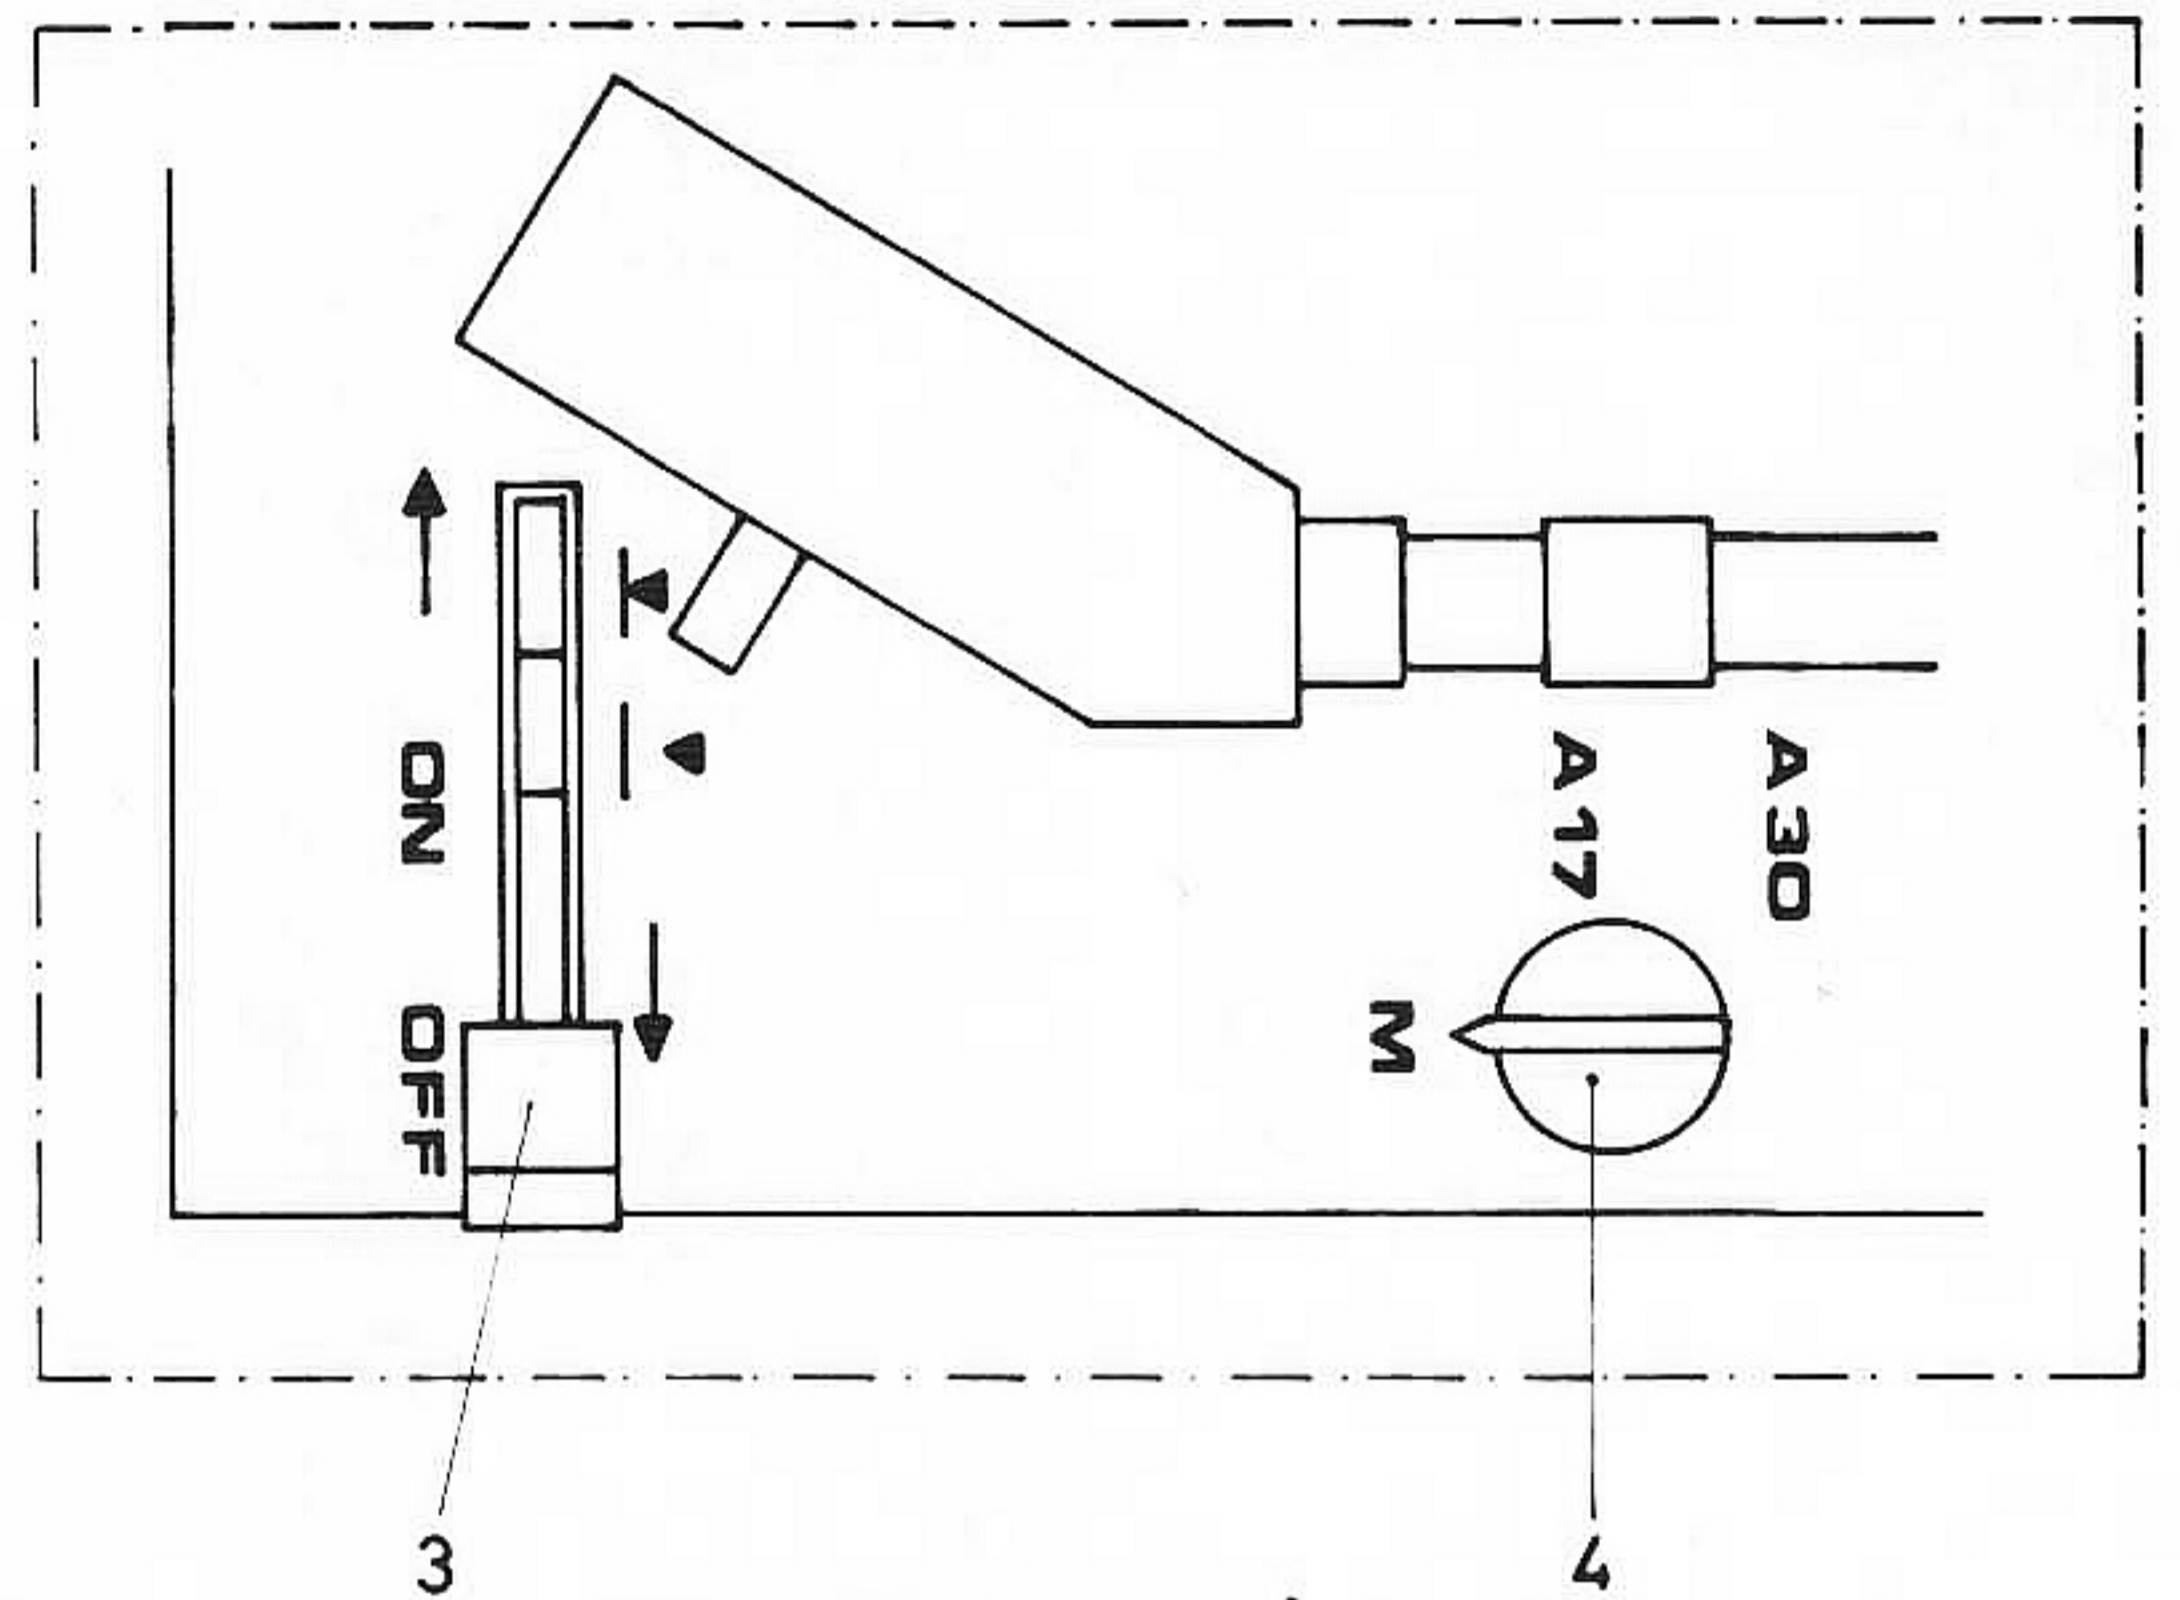

Fig. 30
Vred 4 i läge "A17" (Fig 30). Lossa muttern (56) så mycket att urkopplingsvinkeln (55) kan förskjutas samt ställ densamma i ett sådant läge att arm (52) frikopplas från den uppbockade fliken på vridarm (53) då manöverspaken befinner sig 1 till 1,5 mm från spelningsläge. (Obs! Denna kontroll göres under det att manöverspaken långsamt föres från "OFF"-läge till spelningsläge.) Kontrollera därefter kurvans (57) läge i förhållande till rullen (58) i frikopplingsögonblicket. Då frikoppling sker skall kurvan (57) ha passerat rullen (58) med god marginal (min 3 mm).
Ställ vredet 4 i läge "M" (Fig 30). Justera lyftfjäder (63) (genom bockning) så att tillslagsarm (52) ej kommer i ingrepp med den uppbockade fliken på vridarm (53) då manöverspaken föres mot spelningsläge. Ställ därefter vredet 4 i läge "A17" (Fig 30) och för manöverspaken mot spelningsläge. Härvid skall tillslagsarm (52) komma i säkert ingrepp med den uppbockade fliken på vridarm (53) (se fig 24b).
Ställ vredet 4 i läge "A30" (Fig 30). Justera skruven (66) på manöverlänk (65), så att ett avstånd av 0,1 till 0,3 mm erhålles mellan manöverlänk (65) och tappen på manöverplåt (67) då tonarmen hålles längst in i klykan på tonarmsstödet. Justera därefter fliken (68) på spärrarmen (69), så att ett avstånd av 0,75 till 1 mm erhålles mellan det uppbockade anslaget (72) och skruven (70) (fig 26b).
Ställ vredet 4 i läge "A30" (Fig 30). Justera i spåret (73) på manöverarm (74) så att rullen (58) kommer 1 till 1,3 mm från manövercylindern (60).
Ställ vredet 4 i läge "A30" (Fig 30) och lägg en 30 cm skiva på skivtallriken. För manöverspaken till spelläge och kontrollera nålens nedsättningsläge. Nålen skall sättas ned 2,5 till 3 mm från skivans ytterkant. Sättes nålen ned för långt in på skivan, justeras detta genom motursvridning av skruven (71). Nedsättning för långt ut på skivan, justeras genom medurs vridning av skruven (71). Därefter göres samma kontroll av 17 cm skiva, med vredet 4 i "A17"-läge (Fig 30). Ev justering göres därvid på skruv (70).